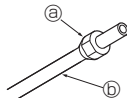

Fig. 5-5
5.2.3. Postavljanje navrtke (Fig. 5-5)